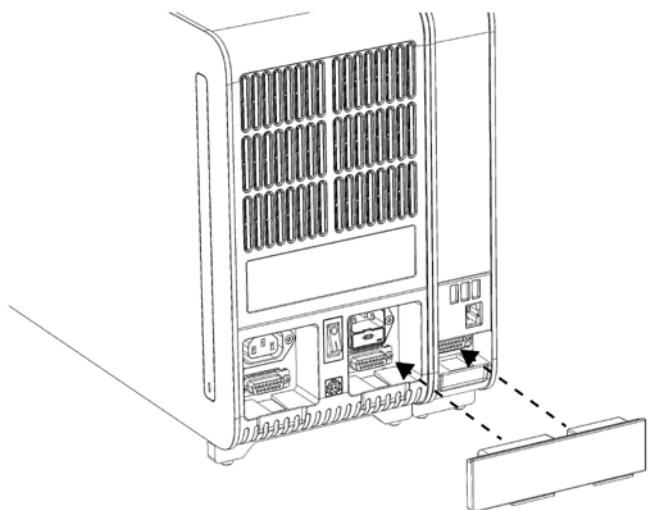

Figura 8. Conectarea punţii modul analitic/operaţional.
5. Conectaţi puntea modul analitic/operaţional din spatele QIAstat-Dx Analyzer 1.0 pentru interconectarea modulului operaţional cu cel analitic (Figura 8).